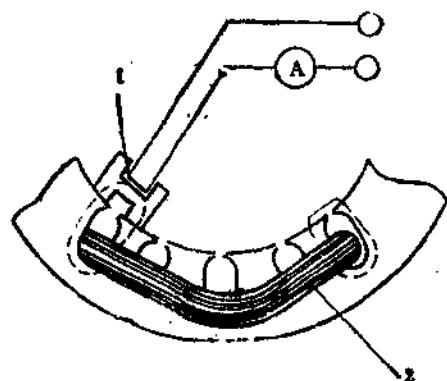

图1-14 短路侦察器及其检查方法
8. 短路侦察器 短路侦察器又称短路检查器，也是利用变压器原理来检查电机定子绕组匝间短路的。它具有一个不闭合开口铁芯，铁芯上绕有线圈，如图1-14所示。使用时，线圈中通入交流电，将短路侦察器放在被测电机定子铁芯的槽口。这时侦察器的铁芯与被测电机的定子铁芯构成闭合磁路，组成一只变压器。侦察器的线圈相当于变压器的一次侧绕组，电机定子槽内绕组相当于变压器的二次侧绕组。当被测绕组没有匝间短路，则相当于变压器二次侧开路，电流表读数很小；当被测绕组匝间短路，电流表读数将会明显增大。用这种方法把短路侦察器沿着电机的定子铁芯内圆逐槽检查，便可查出定子绕组短路的具体位置。